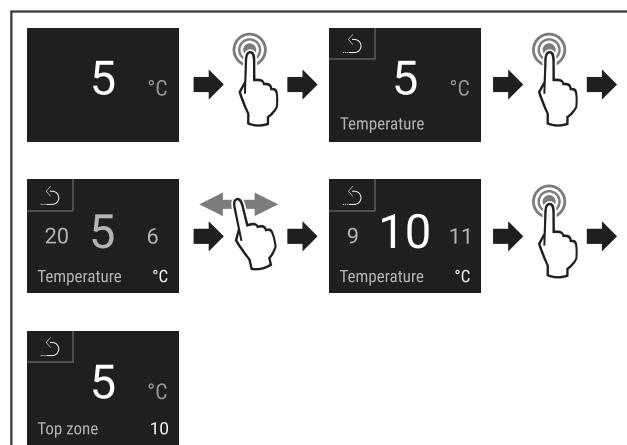

Fig. 67
- Выполните шаги действия (см. Fig. 67).